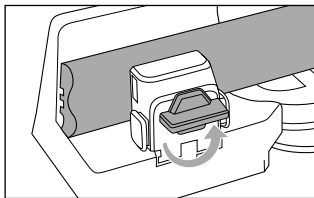

Fig. 11
- ◆ Rode o botão de fixação **5** no sentido contrário ao dos ponteiros do relógio, para soltar a peça de madeira (ver fig. 11).